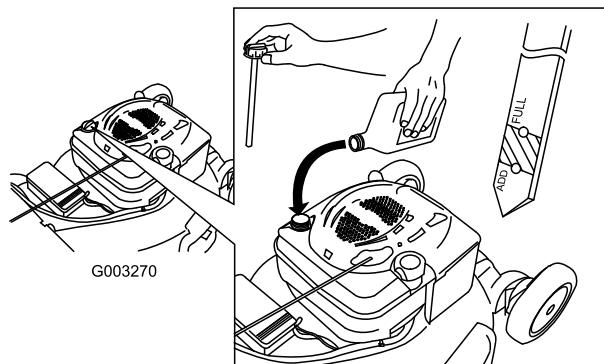

Figura 48
4. Versate lentamente l'olio nel tubo di riempimento finché non raggiunge il segno di pieno sull'asta (Figura 48). **Non riempite troppo.** (Riempimento massimo: 0,59 litri, tipo: olio detergente SAE 30W con service classification API SF, SG, SH, SJ, SL o superiore.)